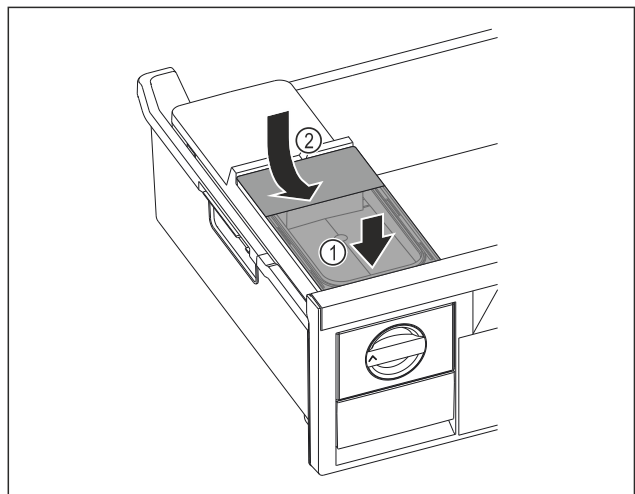

Fig. 124
- Placer le réservoir d'eau à l'avant. Fig. 124 (1)
- Abaisser le réservoir d'eau à l'arrière. Fig. 124 (2)